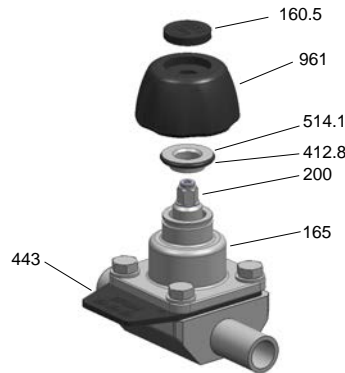

Abbildung 2: SISTO-C HV
5. Durch das Einsetzen des Deckels [160.5] ist das Handrad [961] auf der Spindel [200] gesichert (siehe Abbildung 2).